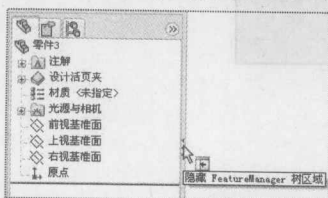

图 1-14 隐藏特征管理器设计树
(6) 通过选择左侧窗格顶部的标签, 可以在特征管理器、属性管理器、配置管理器和“插件”标签之间切换。
(7) 此外, 可以单击如图 1-14 所示的边框  图标隐藏特征管理器设计树。